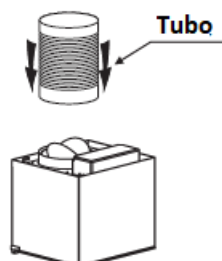

Fig. 4
- Insira o tubo de extensão (fig.4).